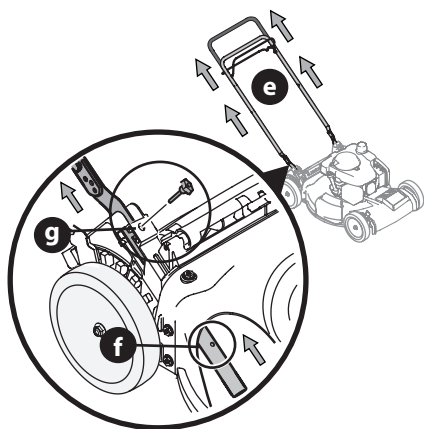

Figura 3
4. Tire de la manija (e) hacia arriba (Figura 3 a la página 31) hasta que los orificios de la manija inferior (f) queden alineados con los orificios de los soportes de la manija (g) (Figura 3 a la página 31, recuadro, corte transversal de la plataforma).